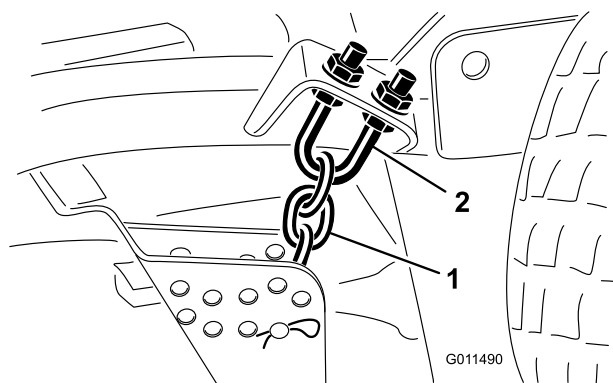

Figura 81
- Afloje las contratueras de la parte superior o inferior del perno en U de la cadena de altura de corte (Figura 81).